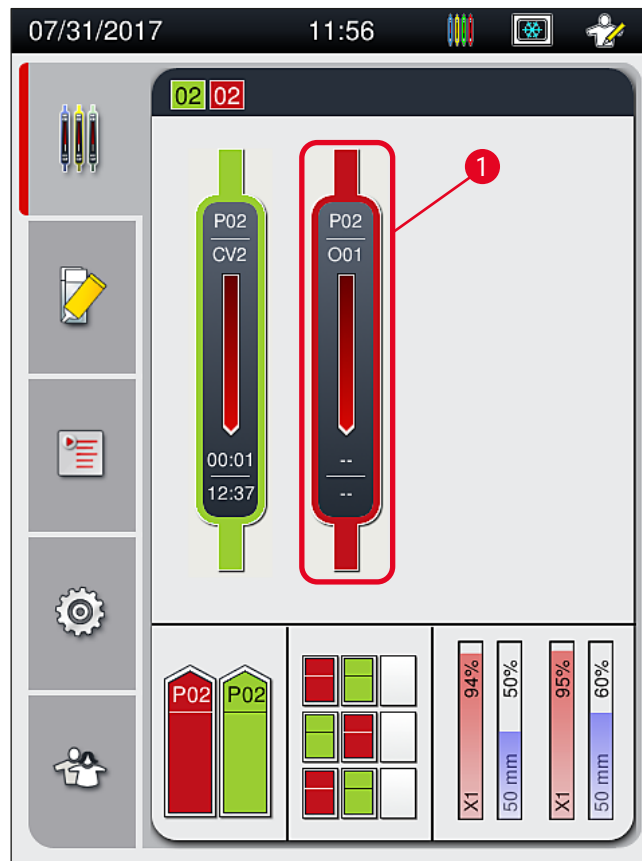
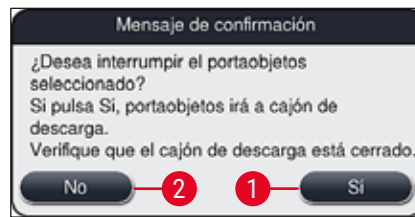

Fig. 78
Fig. 80
- ① La aplicación de cubreobjetos solo se puede cancelar utilizando la indicación de estado de proceso (→ Fig. 78).
Después de pulsar el botón **Interr. sop. portaobj.** (→ Fig. 79-1), se muestra un mensaje de información (→ Fig. 80). Confirme la cancelación con el botón **Sí** (→ Fig. 80-1) o pulse **No** (→ Fig. 80-2) para volver a la indicación de estado de proceso (→ Fig. 78).